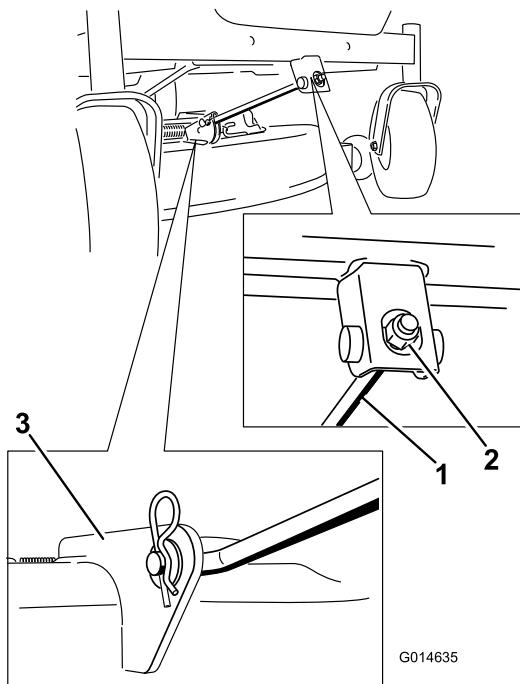

Рисунок 69
5. Снимите игольчатый шплинт с переднего опорного стержня и снимите стержень с кронштейна деки (Рисунок 69).
- Прикрепите передний опорный стержень к деке газонокосилки с помощью шплинтуемого штифта и игольчатого шплинта (Рисунок 69).